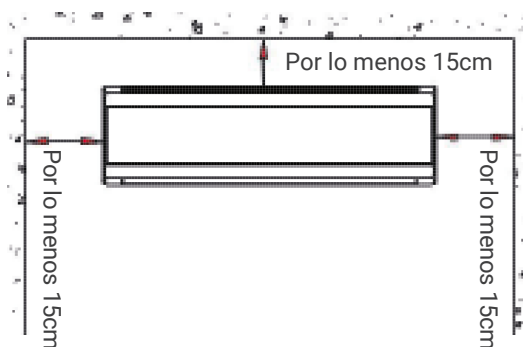

Fig.1
- Assurez-vous de la distance requise dans la Fig.1.
- L'arrière de l'unité intérieure doit être proche du mur (Fig.1)